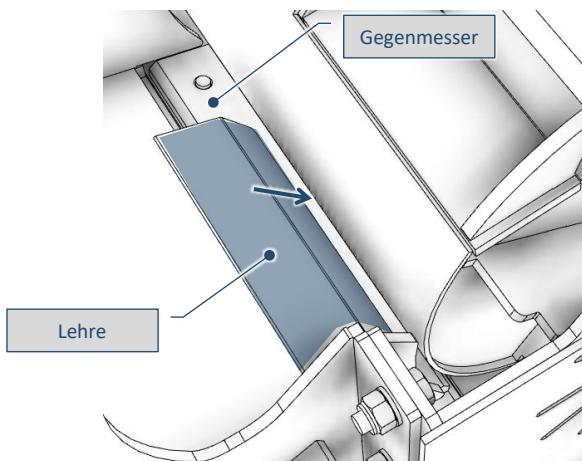
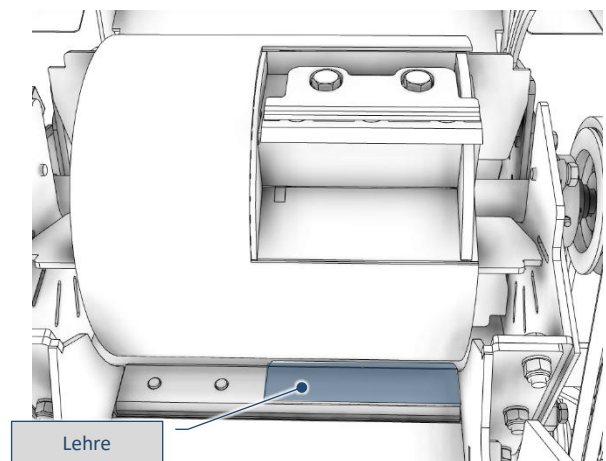

Abb. 9-32 – Einsetzen der Lehre
Abb. 9-33 – Positionierte Lehre
- 9) Führen Sie die Lehre zwischen die Gegenklinge und die Trommel ein (Fig. 9-32) und positionieren Sie sie auf der Seite gegenüber der Klinge (Fig. 9-33);